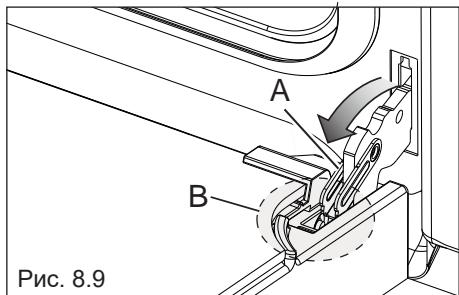

Рис. 8.9
- Полностью откройте рычаг "A" на правом и левом шарнирах (рис. 8.9).
- Немного закройте дверцу (рис. 8.8), так чтобы рычаги "A" правого и левого шарниров зацепились за часть "B" дверцы (рис. 8.9).